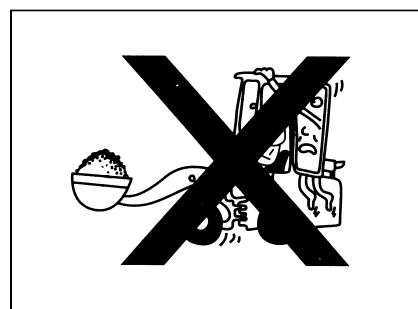

Рис. 1-46
- Не допускается движение с открытой дверью водительской кабины (за исключением двери со стопорным органом открытия) (рис. 1-46)